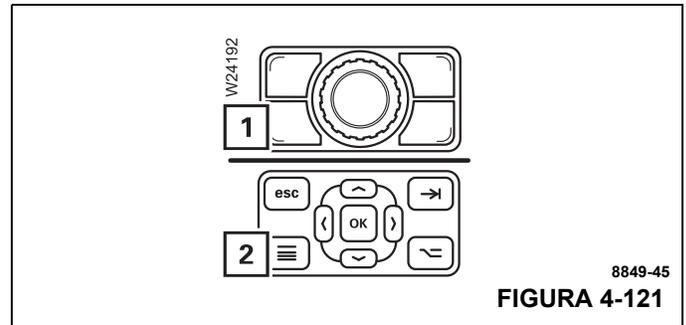

FIGURA 4-121
- Para ello, abra el menú principal y presione una vez el botón (1, Figura 4-121) o (2).